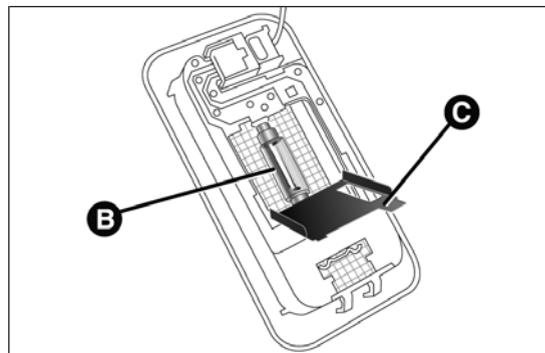

fig. 191
- ouvrir le volet C fig. 191 et remplacer l'ampoule B en la séparant des contacts latéraux ;